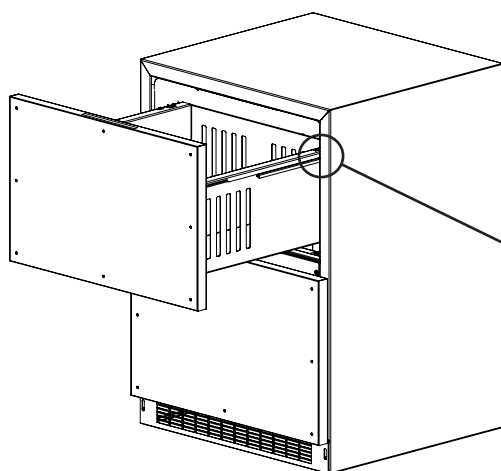
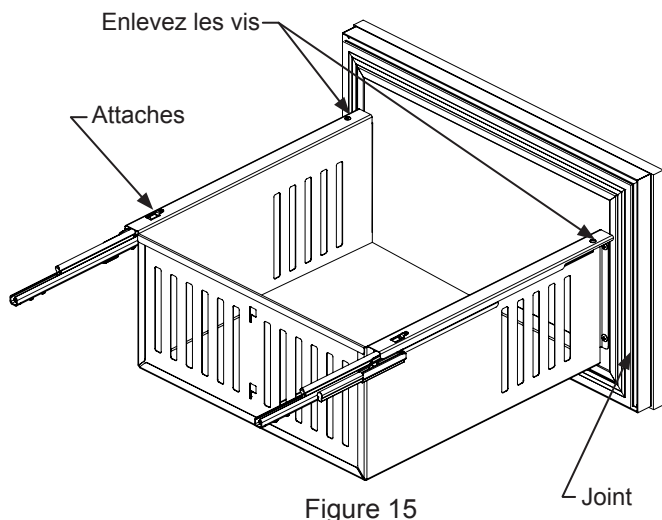

Figure 14
Figure 15
1. Commencez par tirer le tiroir du haut (Voyez la Figure 14). Enlevez les vis fixant le tiroir aux glissières (Voyez la Figure 15). Tirez le tiroir vers l'avant, faites-le pivoter vers le haut en le sortant pour dégager les attaches à l'arrière du tiroir. Déplacez le tiroir vers l'avant d'environ 1 po (2,5 cm) et posez-le sur les glissières. À l'angle arrière droit du tiroir débranchez le faisceau de fils d'éclairage (Voyez la Figure 14a). Sortez le tiroir du meuble en le soulevant hors des glissières. Recommencez la séquence pour le tiroir du bas en omettant les instructions sur le faisceau car il n'en comporte pas.
2. Retirez le séparateur de tiroir du tiroir du haut et enlevez le joint de l'avant du tiroir. (Voyez la Figure 15). Pour cela sortez-le du canal qui le retient sur l'avant du tiroir. Cela va exposer les trous de traversée pour le montage du panneau de revêtement (Voyez la Figure 19).